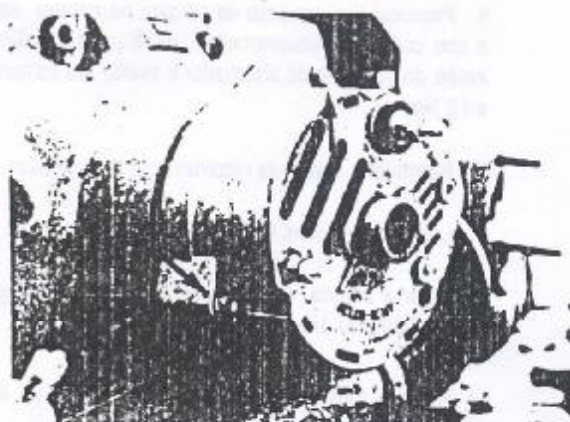

Figura 9.03.1 - Parafusos de fixação do alternador
3. Remover os parafusos de fixação da carcaça do alternador ao bloco do motor, e remover o conjunto da carcaça e rotor do alternador (Figura 9.03.1).